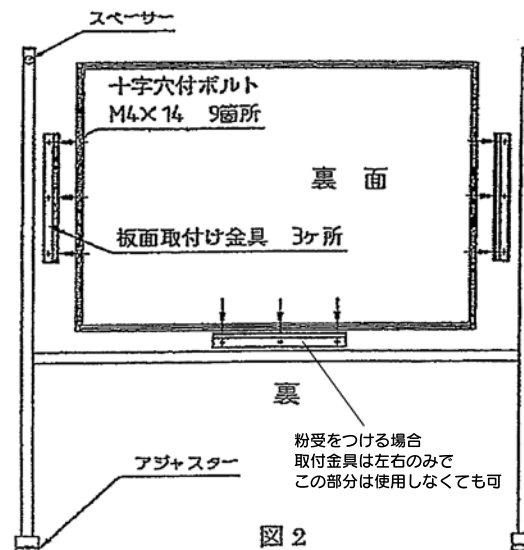

図2
- 梁パイプの上にホワイトボード本体・掲示板を乗せ、後側から板面取付金具で図2 図3の様に固定して本締めしてください。
- 3.付属部品の④粉受取付ネジで、図2のように下面から固定穴にドライバーで締め付けて固定してください。